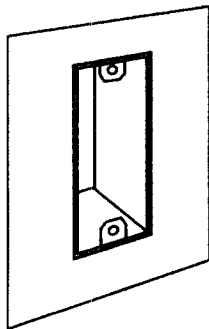

Fig. 9
10. El orificio terminado del tomacorrientes quedará rematado en forma limpia y precisa (ver la fig. 9).